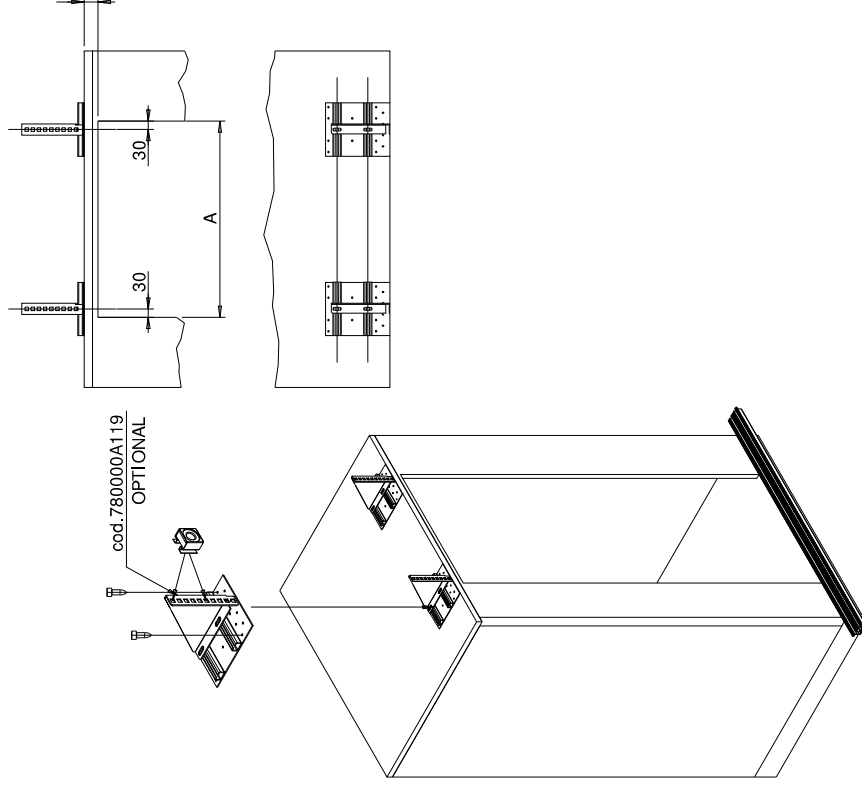

fig.11
7. Rimettere in posizione la catena e rimontare le viti (1) fig.11 senza stringerle.